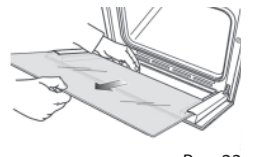

Рис. 23
- Медленно потяните стеклянную внутреннюю панель (Рисунок 23).